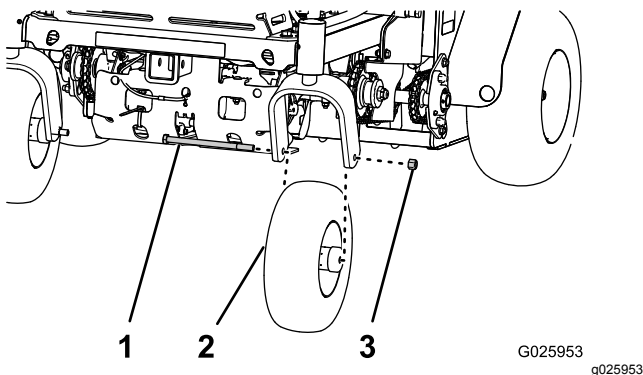

Figure 33
3. Retirez l'écrou et le boulon de roue, et déposez la roue pivotante de la fourche (Figure 33).
1. Placez le trou dans l'arbre de la roue pivotante entre les trous de la fourche (Figure 33).
2. Fixez l'ensemble roue à la fourche au moyen de l'écrou et du boulon (Figure 33) que vous avez retiré à l'opération 3 de Dépose des roues pivotantes (page 36).